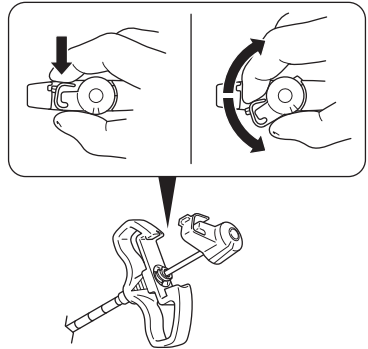

Abbildung 2 – Mandrin aus der Zugangskanüle entfernen
4. Den Mandrin freigeben und aus der Zugangskanüle entfernen (Abbildung 2).